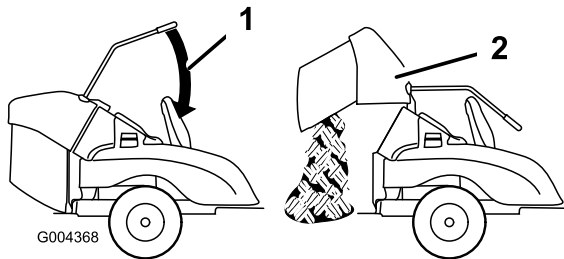

Figure 17
3. Élevez le bac de ramassage en allongeant le levier DFS puis en l'abaissant (Figure 17).